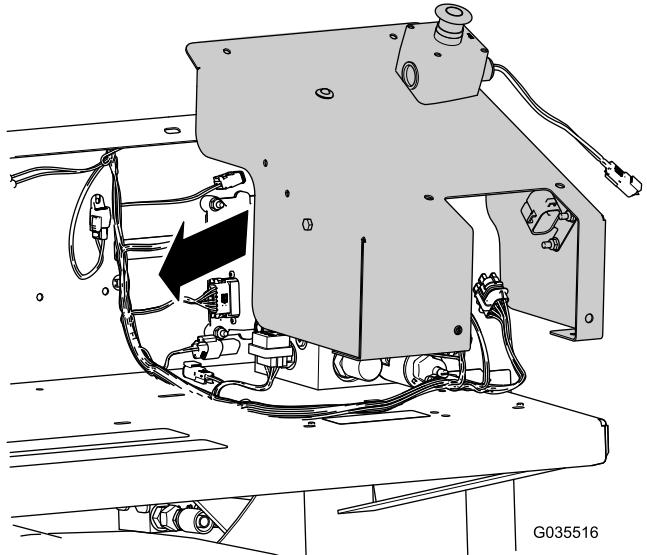

图18
9. 将盖子带之前安装的继电器、保险丝盒盖、灯和电气停止按钮总成放到挡泥板罩上 图18。